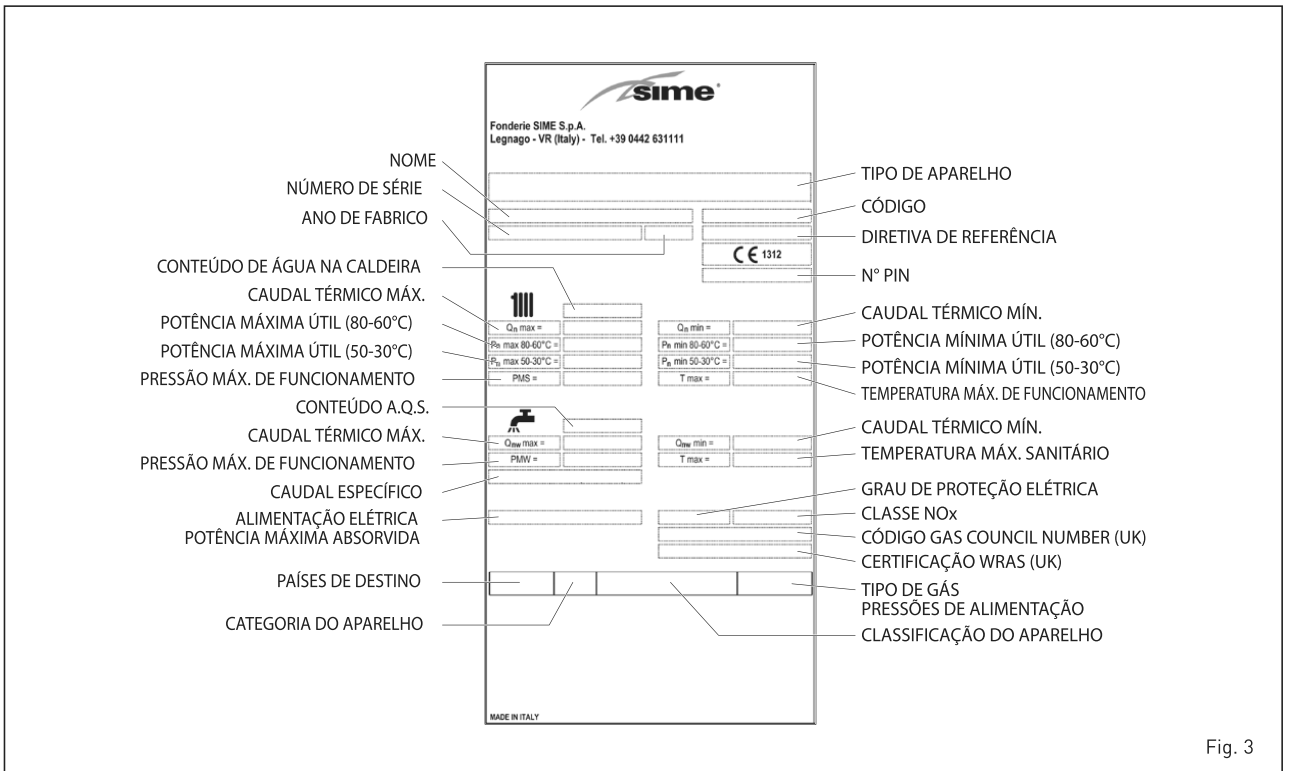

Fig. 3
1.5 PLACA DE DADOS TÉCNICOS (fig. 3)